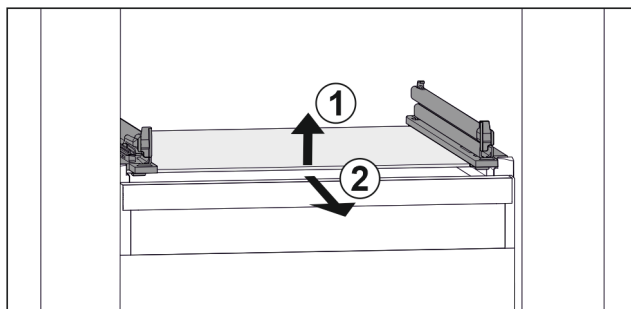

Fig. 118 Eksempel på fremstilling av glassplaten
- Løft opp glassplaten foran. Fig. 118 (1)
- Ta ut glassplaten fremover. Fig. 118 (2)